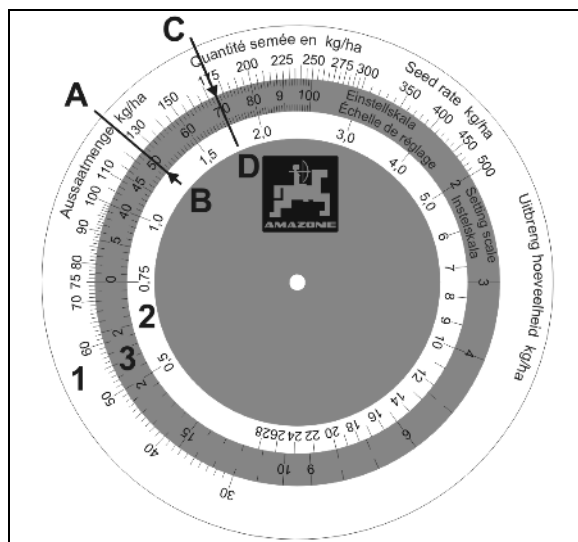

Рис. 83
Логарифмический диск имеет три шкалы: внешней шкалы белого цвета (Рис. 83/1) для всех норм высева свыше 30 кг/га и внутренней шкалы белого цвета (Рис. 83/2) для всех норм высева ниже 30 кг/га. На средней, цветной шкале (Рис. 83/3) указаны положения редуктора от 1 до 100.
2. Значение нормы высева – **125 кг/га** (Рис. 83/A) и положение редуктора – **50** (Рис. 83/B) устанавливаются на логарифмическом диске друг над другом.
3. Теперь с помощью логарифмического диска узнайте значение положения редуктора для нужной нормы высева **175 кг/га** (Рис. 83/C). На нашем примере положение редуктора равно **70** (Рис. 83/D).